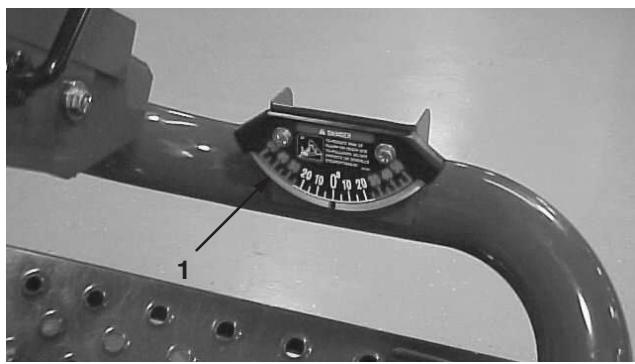

Figure 3
2. Vérifiez que la machine est de niveau en plaçant un inclinomètre à main (fourni avec la machine) sur la traverse de châssis près du réservoir de carburant (Fig. 3). L'inclinomètre doit indiquer zéro degré vu de la position de conduite.